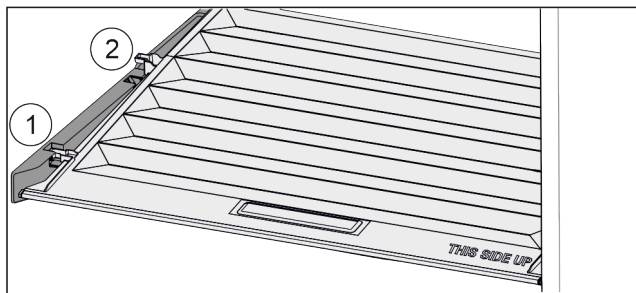

Fig. 114
- ▶ Pokrywę pociągnąć do przodu Fig. 114 (1), aż otworzy się w elementach trzymających.
- ▶ Podnieść tył od dołu i w wyjąć Fig. 114 (2) go do góry.